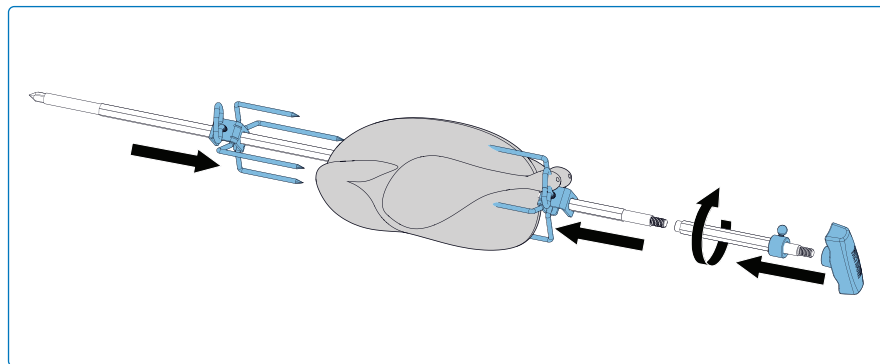

Рис. 4
3. Присоедините удлинитель шампура вертела. Установите первую вилку вертела чуть дальше середины шампура и закрепите ее. Насадите мясо на вертел и насадите его на вилку. Установите вторую вилку вертела на противоположный конец шампура и вдавите вилку в мясо до надежной фиксации. Зафиксируйте вилку на месте (**Рис. 4**).